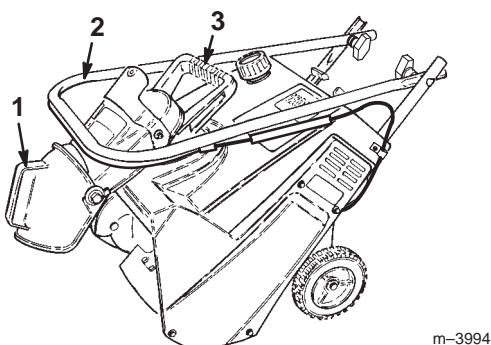

Figure 18
2. Repliez l'éjecteur et revissez fermement le bouton sur le boulon à l'arrière de la poignée de l'éjecteur (Fig. 18).
3. Desserrez les boutons du mancheron et repliez ce dernier sur la déneigeuse (Fig. 18).
4. Portez la déneigeuse par la poignée de l'éjecteur (Fig. 18).